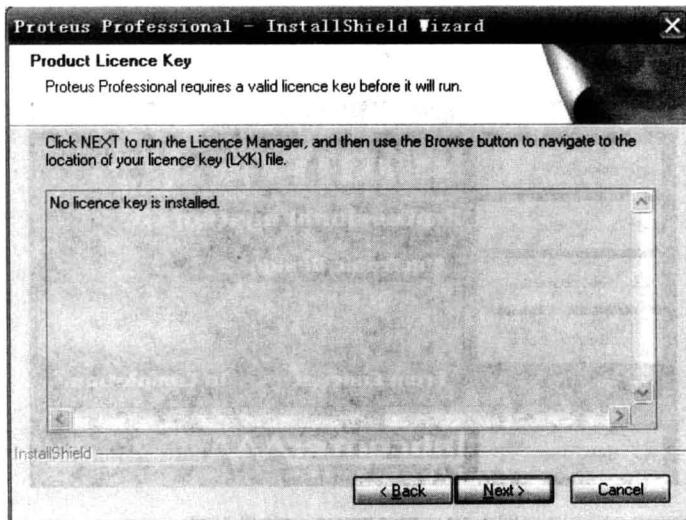

图 1.2.3 无 Licence Key 的 PROTEUS 安装界面图
(1) 进入 Product Licence Key 设置窗口, 如果以前没有安装过 Licence Key, 则出现的界面如图 1.2.3 所示。